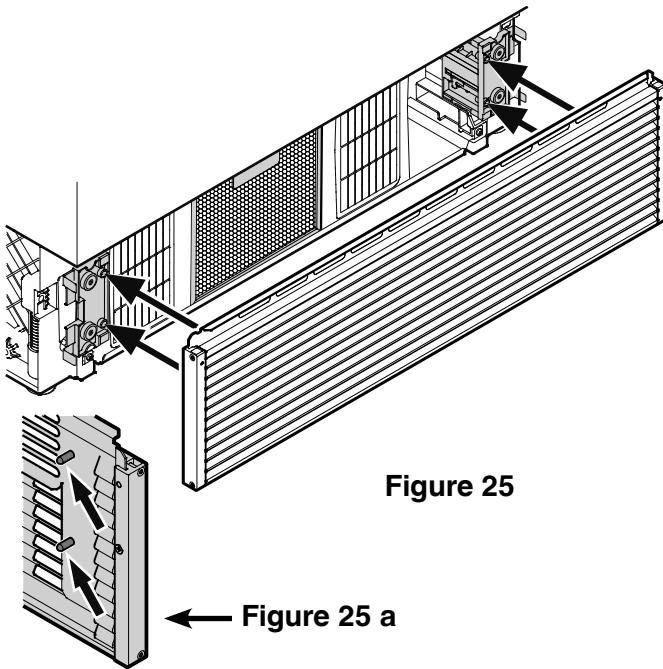

Figure 25
7. Installer la grille de ventilation (**Figure 25**).
Des boulons se trouvent à l'intérieur de la grille (voir détail dans la **Figure 25 a**). Ces boulons doivent être insérés dans les trous des supports.
Figure 25 a